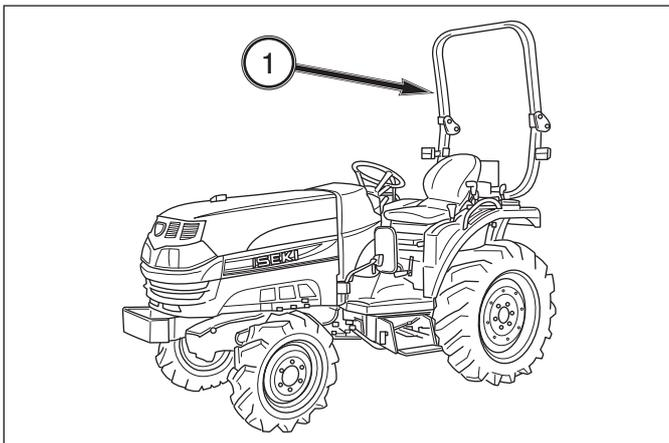

FIG. 5-44
**FIG. 5-44:** Ce tracteur est équipé d'un arceau de sécurité repliable 1 et d'une ceinture de sécurité. Il faut toujours porter la ceinture de sécurité quand vous utilisez le tracteur avec arceau relevé et verrouillé.